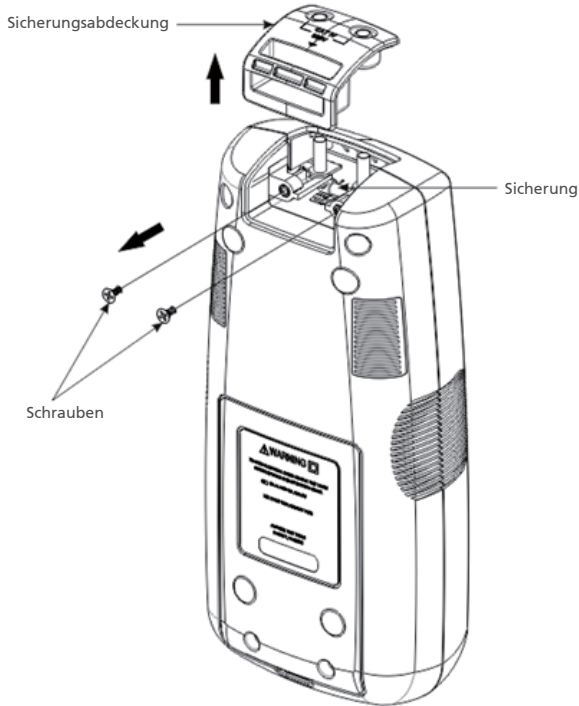

Abbildung 5.4: Sendersicherung wechseln
4. Heben Sie den Sicherungsabdeckung wie in Abbildung 5.4 gezeigt nach oben ab.